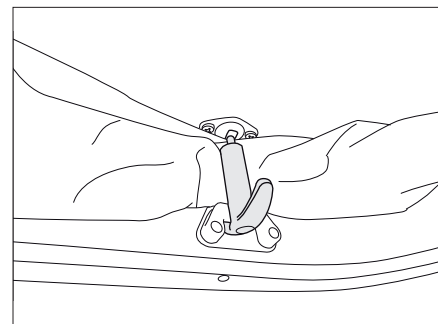

Fig. 66 Seguro del techo para dormir
- Tirar los seguros (Fig. 66) para soltarlos.
- Tirar los seguros (Fig. 66) ligeramente hacia abajo y engancharlos.